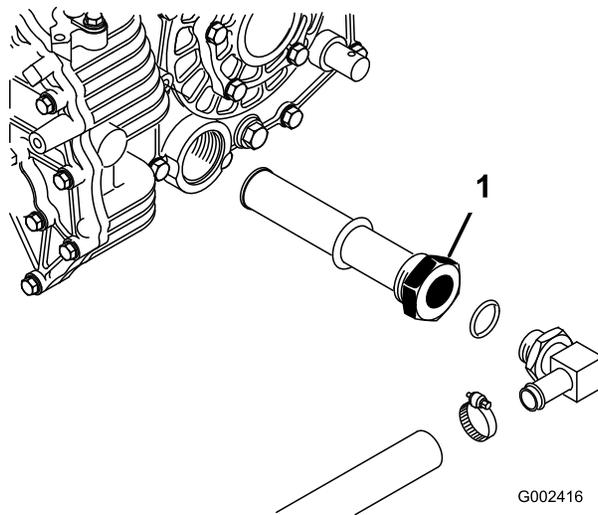

Рисунок 71
3. Отметьте ориентацию гидравлического шланга и прямоугольного штуцера, подсоединенного к сетчатому фильтру на боковой стороне резервуара (Рисунок 71).